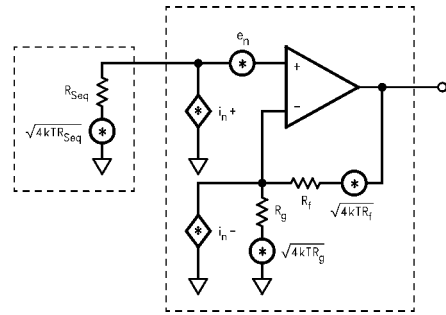

FIGURE 5. Non-Inverting Amplifier Noise Model
Figure 5 に、非反転増幅器のノイズ源をすべて描いたノイズ・モデルを示します。固有入力電圧ノイズ源 (e_n) と電流ノイズ源 ($i_n = i_{n+} = i_{n-}$) のほかに、外付け抵抗のそれぞれから生ずる熱電圧ノイズ $e_t = \sqrt{4kTR}$ もあります。式 (1) は総合等価入力電圧ノイズ密度 (e_{ni}) を求める一般的な公式です。バイアス電流を相殺するために $R_f || R_g = R_{seq}$ にした場合は、式 (1) は式 (2) のように簡略化されます。